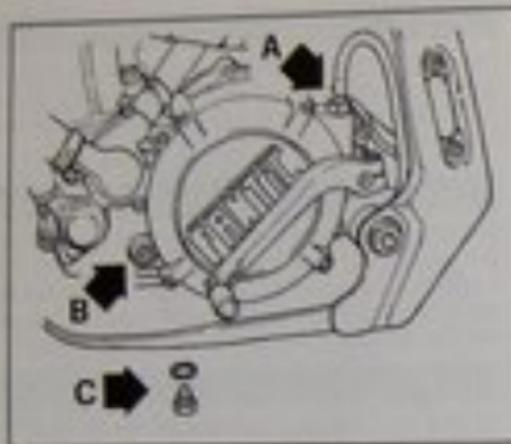

Fig. 6 - Sostituzione olio cambio
- togliere il tappo di carico dell'olio posto sulla parte superiore sinistra del motore (A fig. 6);
- svitare la vite di scarico olio posta sotto il motore (C fig. 6);
- versare dal tappo di carico (A fig. 6) 500 cc. di olio cambio **CASTROL EP 80W/80**. Per sapere l'esatta quantità di olio da versare se non disponete di un contenitore graduato, controllare l'obolo (B fig. 6), fino a quando l'olio non abbia raggiunto il livello massimo;